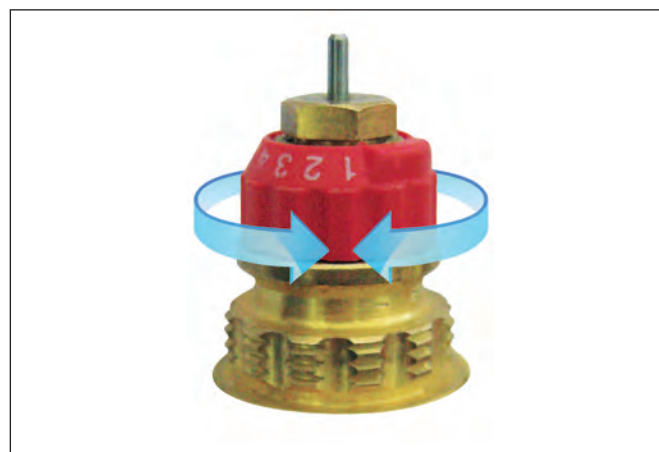

Рис. 18. Монтажная настройка клапана терморегулятора
- повернуть красную коронку устройства предварительной настройки до совмещения необходимого цифрового индекса на ней с меткой на корпусе клапана (рис. 18). Значение индекса настройки для каждого клапана должно быть отражено в проектной документации;